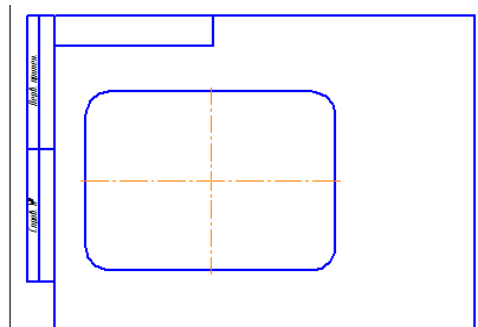

Рис. 2
4) Увеличьте прямоугольник на весь экран. Включите кнопку *Скругление на углах объекта*. В Строке параметров задайте радиус скругления, включите кнопку *На всех углах контура* и постройте скругления на углах прямоугольника (рис.2).